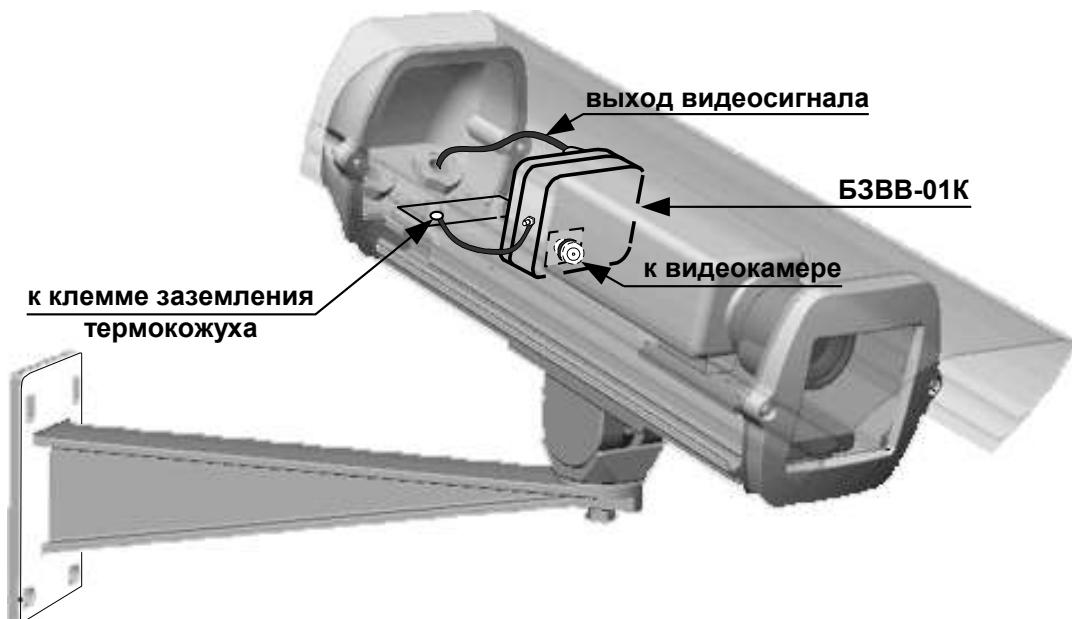
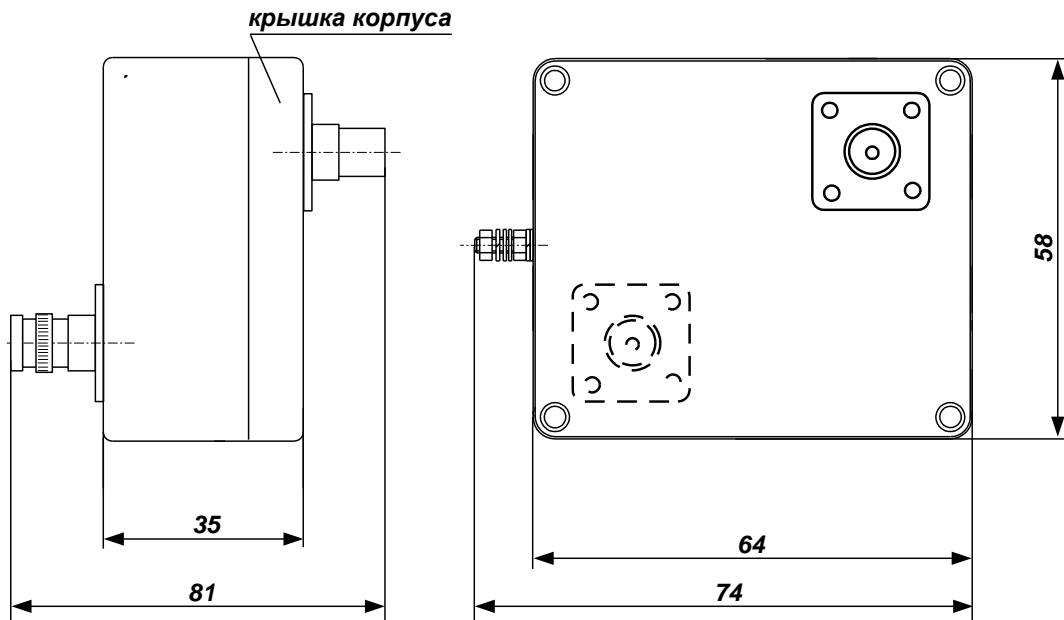

Рис. 3 Размещение БЗВВ-01К в термокожухе
Рис. 4 Габаритные и присоединительные размеры Б3VB-01К
5.1. Подключение БЗВВ приведено на Рис. 3. Подключение и монтаж БЗВВ должны проводиться при обесточенном устройстве с соблюдением полярности и подключением к **защитному заземлению** (в соответствии с ПУЭ).
5.2. БЗВВ-01К подключается к разъему видеокамеры и размещается в термокожухе в соответствии с Рис. 3. Клемма защитного заземления БЗВВ проводником (прилагается в комплекте) соединяется с клеммой защитного заземления термокожуха, корпус которого должен быть надежно **заземлен**. Габариты БЗВВ-01К приведены на Рис. 4